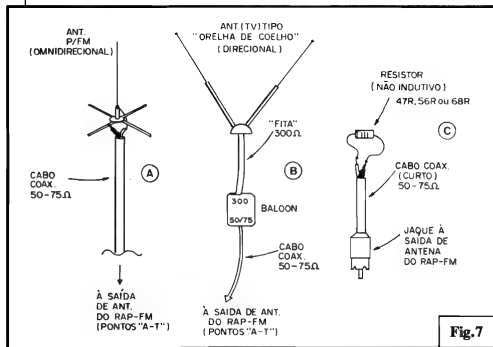

Fig. 7
- FIG. 7 - O SISTEMA DE ANTENA... - Um ponto "crucial" para o bom rendimento/alcance da RAP-FM encontra-se no sistema de antena... Um "toquinho" de fio rígido, ou uma pequena antena telescópica, proporcionarão um alcance de algumas dezenas de metros (no máximo algumas centenas...). Já se a intenção é realmente "chegar longe", uma antena específica para a faixa de FM, instalada em ponto elevado, é obrigatória...